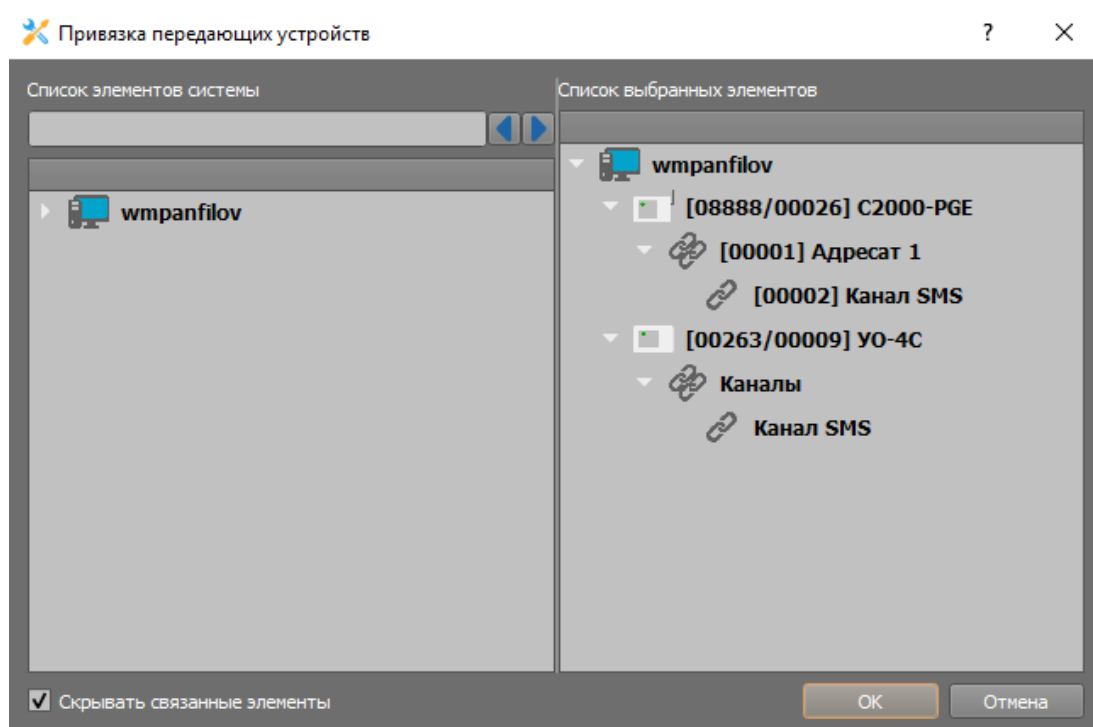

Рисунок 3-36. Мастер привязки каналов связи к GSM модему
- В поле «Номер телефона» укажите номер телефона SIM-карты, установленной в GSM-модем (код страны – через «8» или «+7»). В поле «Время ожидания составных SMS (час)» поставьте рекомендуемое значение: 1 час (Рисунок 3-36).